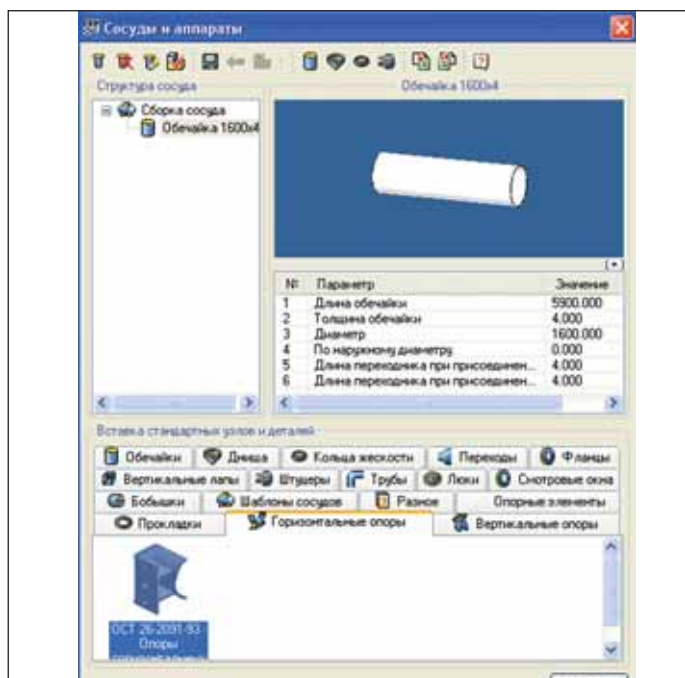

Рис. 4. Выбор опоры горизонтальных аппаратов
3. В главном окне программы выберите из библиотеки папку *Горизонтальные опоры*, элемент *ОСТ 26-2091-93 – Опоры горизонтальных аппаратов* (рис. 4).